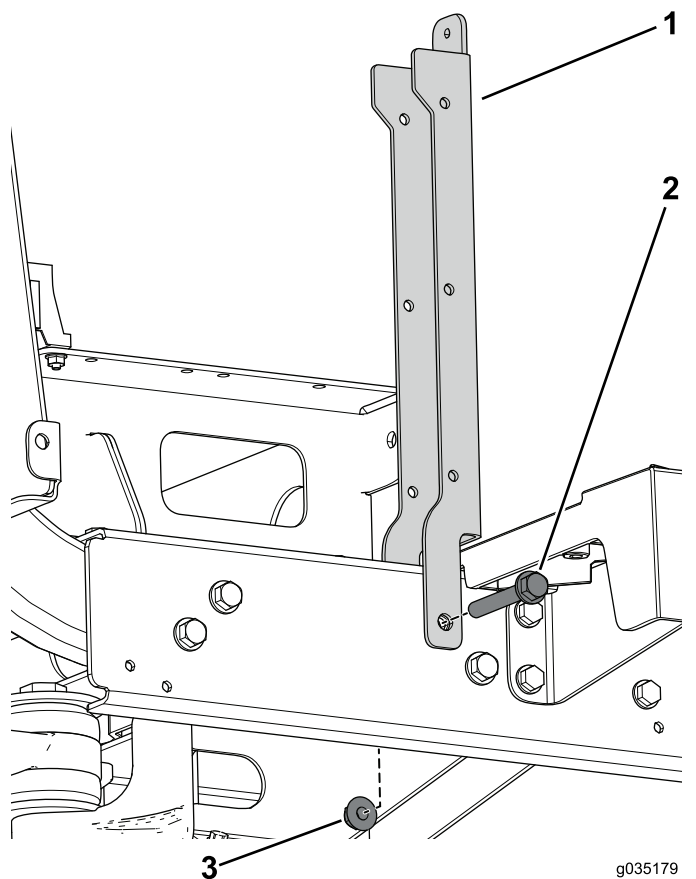

Figura 85
4. Utilice el perno con arandela prensada (3/8" x 2 1/2") y la tuerca con arandela prensada para sujetar el soporte del asiento (Figura 85).